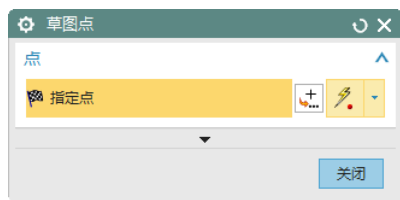
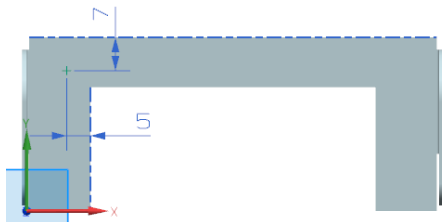

图 6-51 “草图点”对话框
图 6-52 绘制点
(3) 打开如图 6-51 所示的“草图点”对话框，在视图中绘制如图 6-52 所示的点，单击“完成”图标，草图绘制完毕。